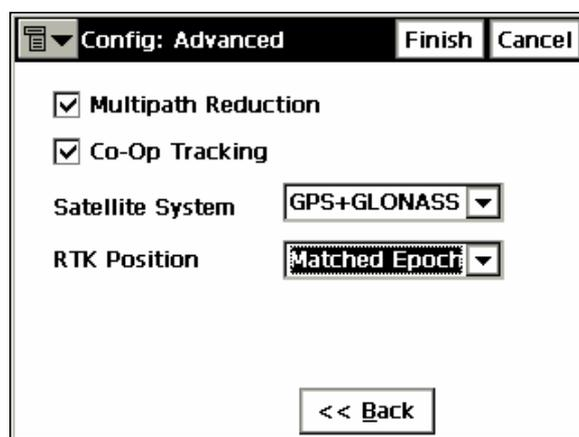

Рисунок 3-16. Экранная форма *Config: Advanced* (Настройка: Дополнительно)
14. Задайте дополнительные параметры съемки (см. рис. 3-16).